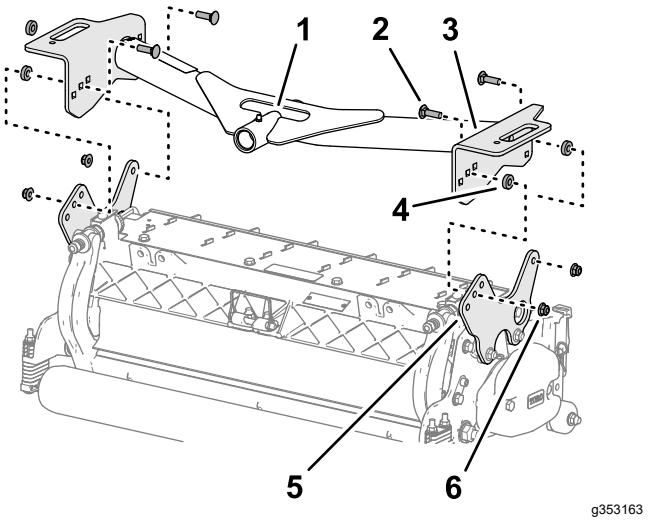

Рисунок 17
- Совместите отверстия в пластинах передней несущей рамы с отверстиями в монтажных пластинах режущего блока (Рисунок 17).